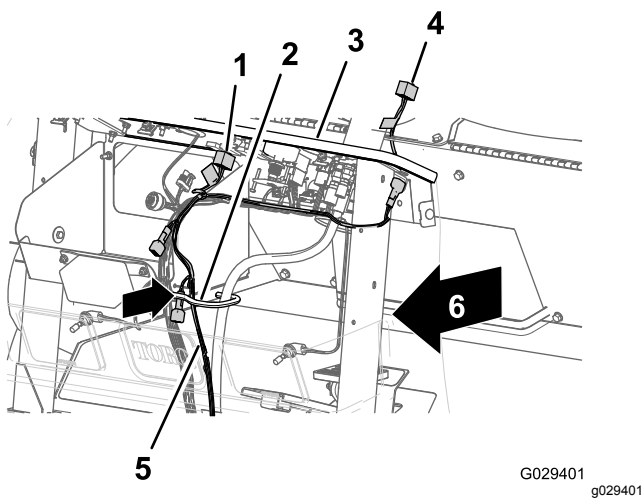

Figura 197
3. Enrute la rama del salpicadero de 240 cm del arnés de cables a través del anillo de goma en la abertura del tabique delantero y por el interior del cable y el gancho de la manguera (Figura 197).